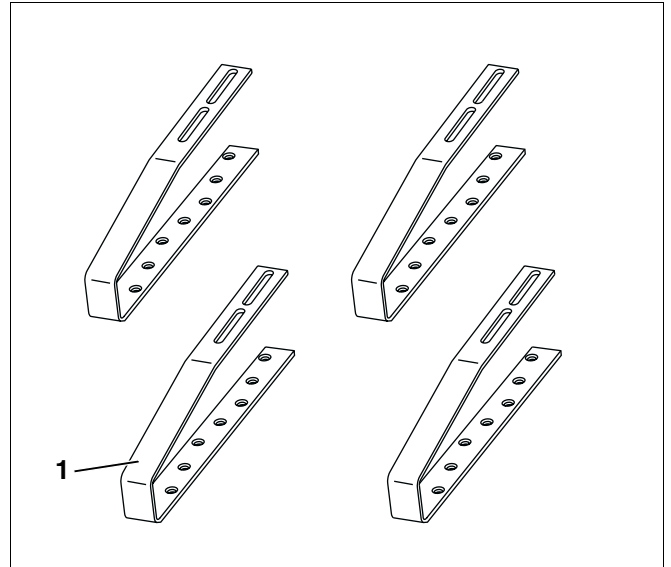

Fig. 8 Conjunto de montagem - Suplemento de ganchos especiais para telhado – Acessório
4.2.7 Conjunto de montagem - Suplemento de ganchos especiais para telhado (para telhados de telhas planas; acessório; por colector) – Fig. 8